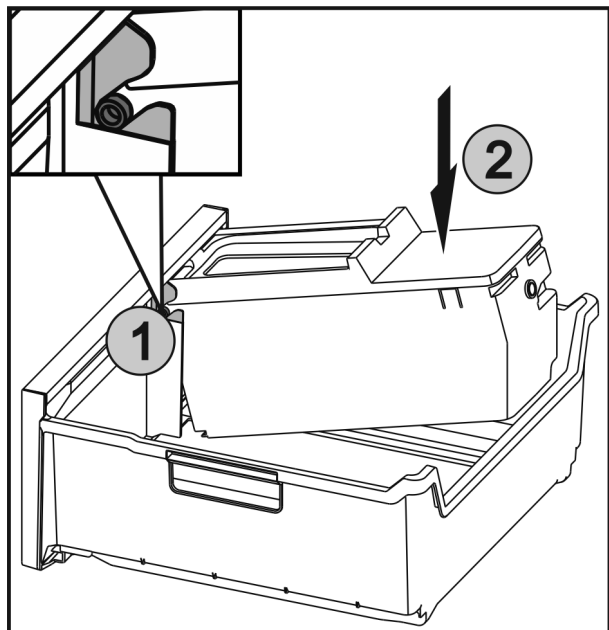

Fig. 68
- ▶ Die Achsen Fig. 68 (1) an EasyTwist-Ice in die Führungen einschieben und die hintere Seite Fig. 68 (2) bis die Lasche einrastet drücken.